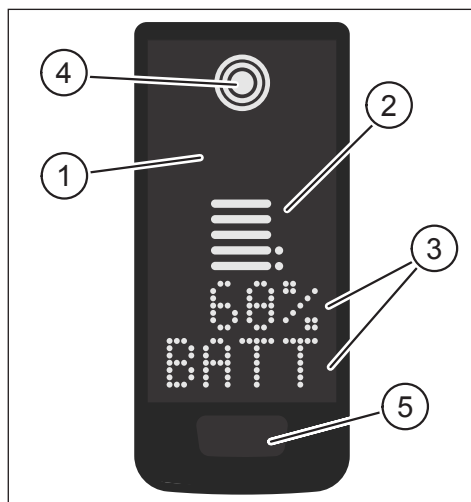
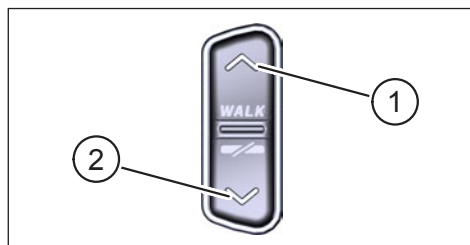

Fig. 1: Funzionamento e componenti di indicazione su Display
Fig. 2: Funzionamento sul Remote
#### Pos. in **Descrizione** Fig. 1
Pos. in Fig. 2	Descrizione
- ▶ Tenga premuto il pulsante su Display (Pos. 5 in Fig. 1) e il pulsante GIÙ su Remote (Pos. 2 in Fig. 2) per almeno 5 secondi.
- Con un **doppio clic** pressione sul pulsante Display (Pos. 5 in Fig. 1) si passa alla vista successiva.
- Prema il pulsante GIÙ sul comando Remote (Pos. 2 in Fig. 2).
- Prema il pulsante sul comando Display (Pos. 5 in Fig. 1).